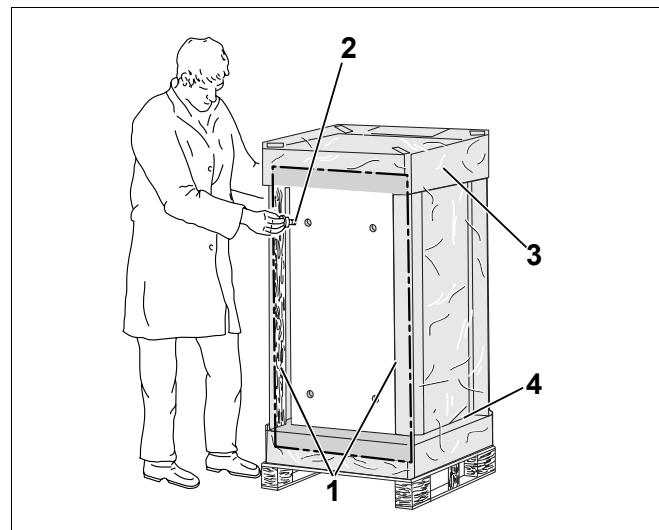

Рис. 3 Вырезать упаковочную пленку и ввернуть опорные болты
- Вырезать упаковочную пленку на стороне, противоположной наклейке "Speicheroberseite" ("Верх бака") (рис. 3).
- Ввернуть 4 опорных болта, (рис. 3, **поз. 2**) входящих в поставку отопительного котла, на 15 – 25мм.
- Удалить обе деревянные угловые планки (рис. 3, **поз. 1**) на нижней стороне бака-водонагревателя.